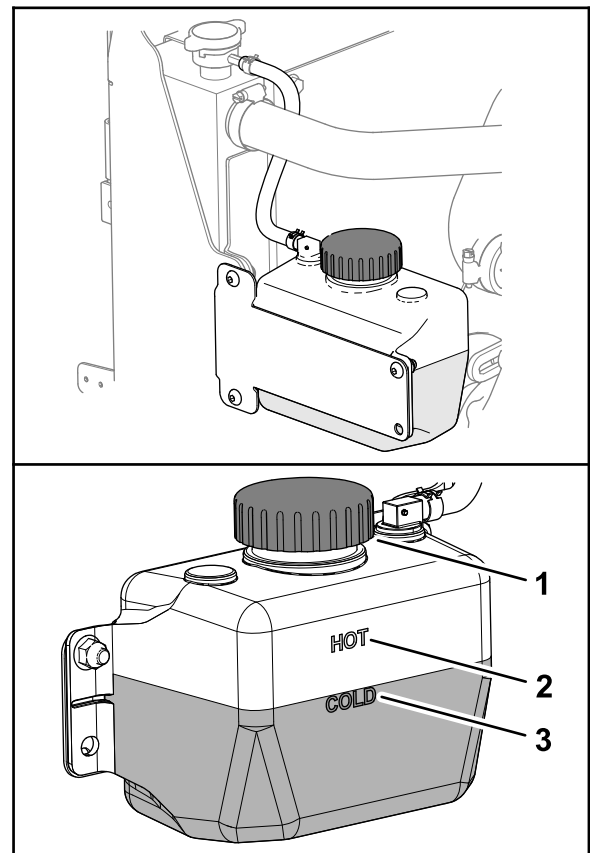

Bild 139
3. Prüfen Sie den Kühlmittelstand im Behälter (Bild 139).